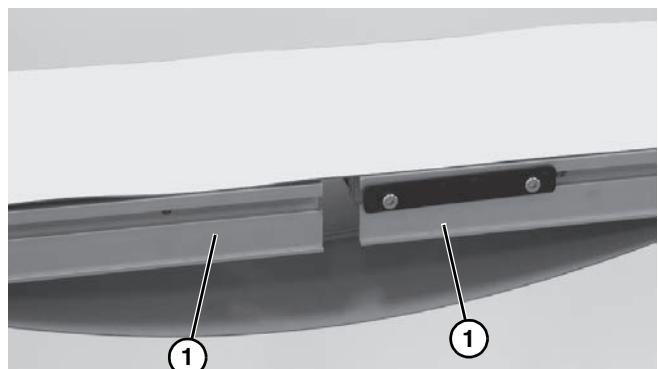

Figure 5
3. Fördergurt heraus rollen und Rahmenabschnitte des Förderers in (**Figure 5, item 1**) die Gürteltasche schieben.